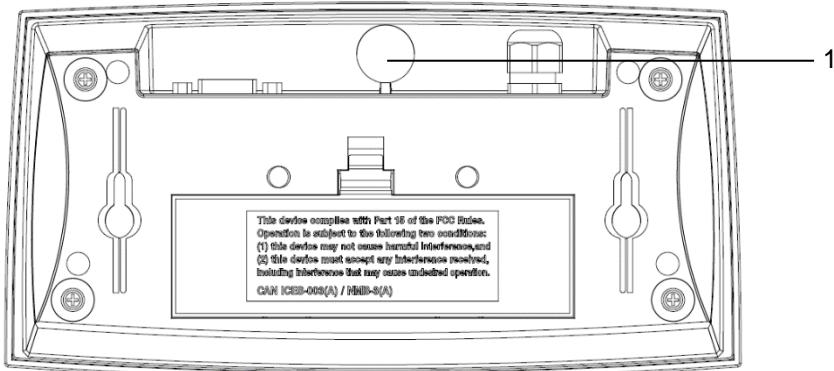

Abbildung 5-2 Defacer 2500 Papierversiegelung
- Papiersiegel: Bringen Sie das Siegelpapier auf der in Abbildung 5-2 dargestellten Senkschraube an.